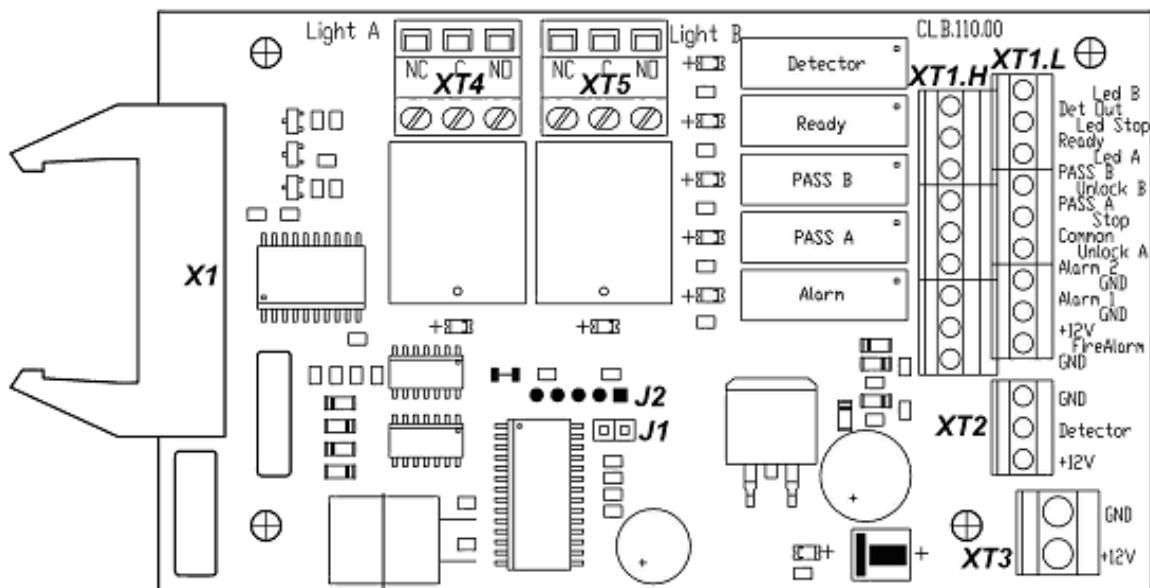
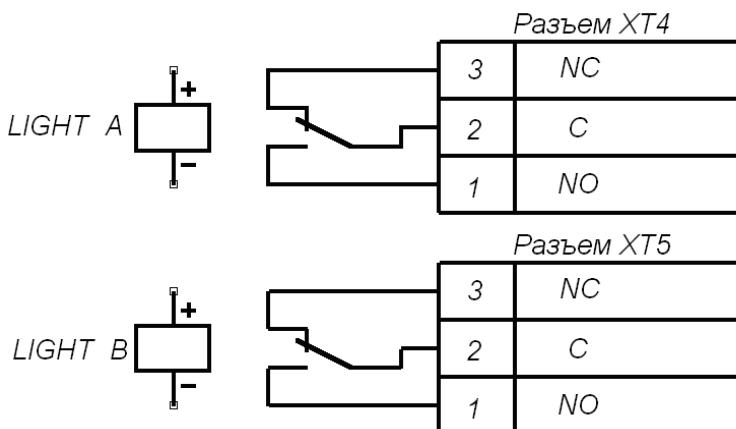

Рисунок 5. Внешний вид платы управления CLB
Рисунок 9. Выходные каскады для Light A и Light B
ПДУ подключается к плате управления гибким многожильным кабелем (11) через клеммную колодку **XT1.L** (см. рис. 5 и 12).
Изменить ориентацию ПДУ относительно установки турникета (если по месту установки турникет обращен к оператору не лицевой, а тыльной стороной) можно, поменяв местами провода от ПДУ, подключаемые на контакты *Unlock A* и *Unlock B*, а также *Led A* и *Led B* соответственно (см. рис. 5 и 12).
На плате управления (см. рис. 5) расположены:
Подключение указанных устройств производится с помощью кабеля (11) к соответствующим клеммным колодкам **XT1.L** и **XT1.H** платы управления в соответствии со схемой электрических соединений (см. рис. 5 и 12).
Обозначения установленных на плате управления клеммных колодок и назначение их контактов показаны на рис. 5.
Факт срабатывания / отпускания реле **PASS A**, **PASS B**, **Ready**, **Detector** и **Alarm** можно определить по загоранию/гашению красных индикаторов, которые установлены вблизи указанных реле (см. рис. 5).
Режим управления определяется наличием перемычки на разъеме **J1** (расположение разъема **J1** показано на рис. 5: перемычка установлена – импульсный режим управления, перемычка снята – потенциальный режим управления). При поставке перемычка установлена.
Подключение ДКЗП производится к клеммной колодке **XT2**, а сирены – к клеммной колодке **XT1.H** платы CLB согласно схеме электрических соединений (рис. 5 и 12). ДКЗП должен иметь нормально-замкнутые контакты.
На контакты *Det Out* и *Common* клеммной колодки **XT1.H** платы управления (рис. 5) всегда транслируется сигнал о текущем состоянии ДКЗП.
Подключение устройства, подающего команду аварийной разблокировки *Fire Alarm*, производится к клеммной колодке **XT1.L** платы CLB согласно схеме электрических соединений (см. рис. 5 и 12). Если вход *Fire Alarm* не используется, то необходимо установить перемычку между контактами *Fire Alarm* и *GND*. При поставке данная перемычка установлена.
Выносные индикаторы подключаются на клеммные колодки **XT4 (Light A)** и **XT5 (Light B)**. При этом реле **Light A (Light B)** активизировано (на его обмотку подано напряжение), когда горит соответствующая данному направлению прохода зеленая стрелка на блоке индикации, и нормализовано (на его обмотку напряжение не подано), когда соответствующая данному направлению прохода зеленая стрелка на блоке индикации не горит. Факт срабатывания / отпускания реле **Light A** и **Light B** можно определить по загоранию / гашению красных индикаторов, которые установлены вблизи указанных реле (см. рис. 5). Выходные каскады для сигналов *Light A* и *Light B* – перекидные контакты реле (см. рис. 9) со следующими характеристиками сигналов: